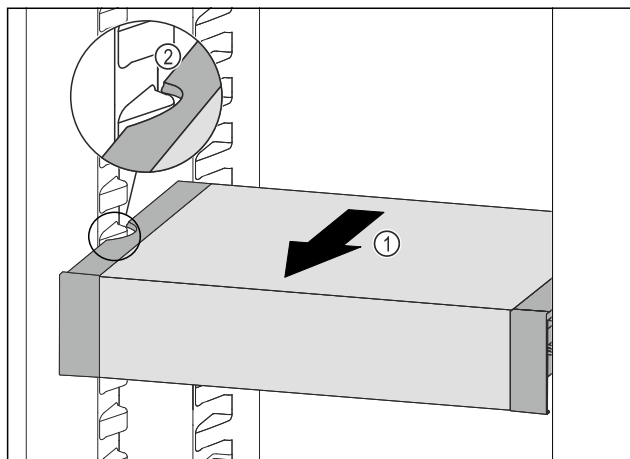

Fig. 222
- Táhněte VarioSafe dopředu Fig. 222 (1), dokud nebudou boční vybrání VarioSafe na úrovni žebrování na nádoby v chladničce. Fig. 222 (2)